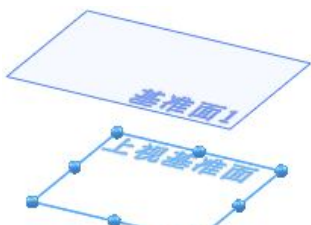

图 2.4.2 基准面 1
Step1. 创建图 2.4.2 所示的基准面 1。选择下拉菜单 **插入(I)** → **参考几何体(G)** → **基准面(E)...** 命令，选取上视基准面为参考实体，输入偏移距离值 600；单击 按钮，完成基准面 1 的创建。